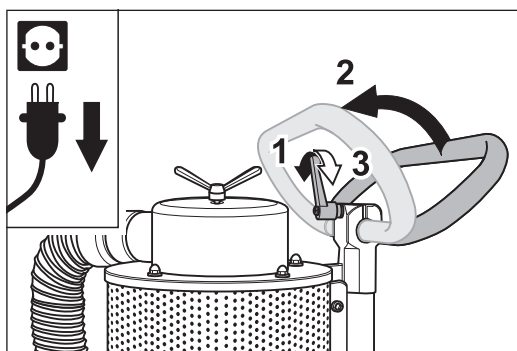

Abb. 25 Am Fahrgestell den Klemmhebel lösen (1), den Haltebügel nach vorne umlegen (2) und den Klemmhebel wieder festziehen (3).
2 Lösen Sie am Fahrgestell den Klemmhebel des Haltebügels (Abb. 25, 1). Legen Sie den Haltebügel nach vorne um (Abb. 25, 2) und ziehen Sie den Klemmhebel wieder fest (Abb. 25, 3).
- 2 Lösen Sie am Fahrgestell den Klemmhebel des Haltebügels (Abb. 25, 1). Legen Sie den Haltebügel nach vorne um (Abb. 25, 2) und ziehen Sie den Klemmhebel wieder fest (Abb. 25, 3).